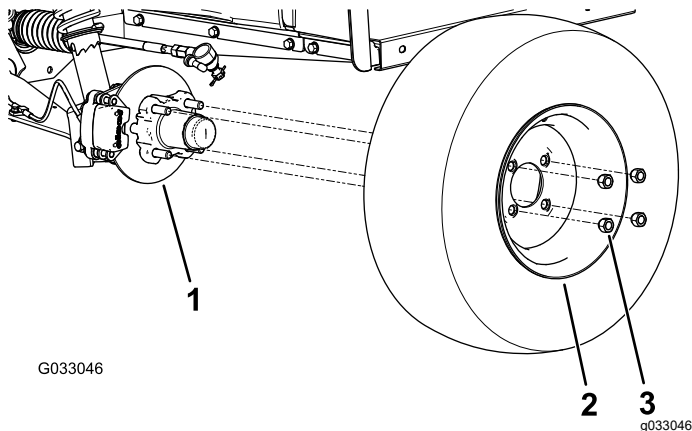

Bild 28
2. Nehmen Sie die vier Radmuttern ab, mit denen das Rad an der Radnabe befestigt ist (**Bild 28**).
5. Befestigen Sie das Rad mit den Radmuttern an der Nabe (Bild 28).
4. Fluchten Sie die Löcher im Rad mit den Bolzen der Nabe aus und montieren das Rad so an der Nabe, dass das Reifenventil außen ist (Bild 28).